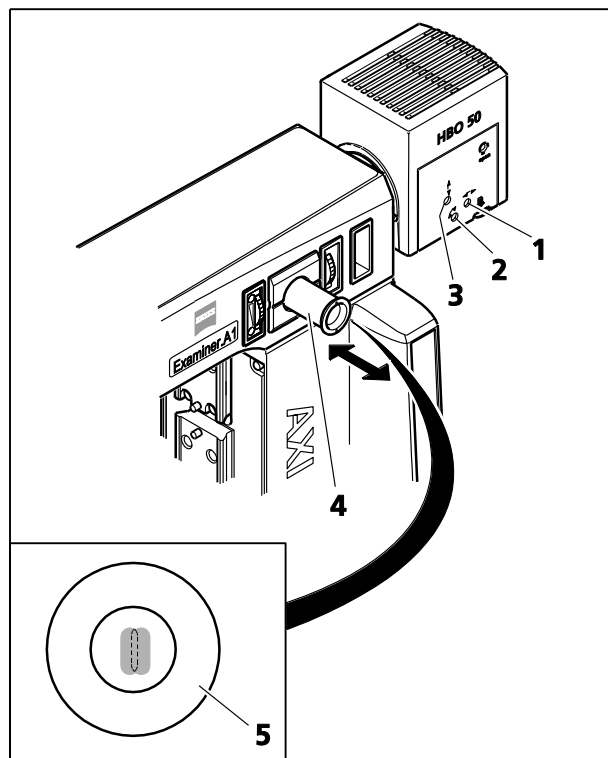

Figure 3-24 Réglage du HBO 50
- Retirer l'aide au réglage (Figure 3-24/4). La fenêtre d'observation de l'aide au réglage (Figure 3-24/5) montre l'arc électrique du dispositif d'allumage (plus clair) et son image miroir (un peu plus sombre).
- Tourner la vis de réglage (Figure 3-24/1) pour régler le dispositif d'allumage dans l'axe du miroir, en veillant à ce que la dimension des deux arcs électriques apparaisse identique dans la fenêtre d'observation de l'aide au réglage (voir Figure 3-24/5).
- Tourner les vis de réglage pour procéder à l'ajustement de la hauteur (Figure 3-24/3) ou de la largeur (Figure 3-24/2) afin de centrer l'arc électrique et l'image miroir et de manière parallèle à l'intérieur du cercle de réglage de la fenêtre d'observation (Figure 3-24/5). L'arc électrique et l'image miroir ne doivent pas se superposer.
(2) Axio Examiner.D1/.Z1 et Axio Examiner.A1 sans aide au réglage :
- Tourner la vis de réglage (Figure 3-24/1) pour régler le dispositif d'allumage dans l'axe du miroir, en veillant à ce que les deux arcs électriques apparaissent de même taille dans la fenêtre d'observation de l'aide au réglage (voir Figure 3-24/5).